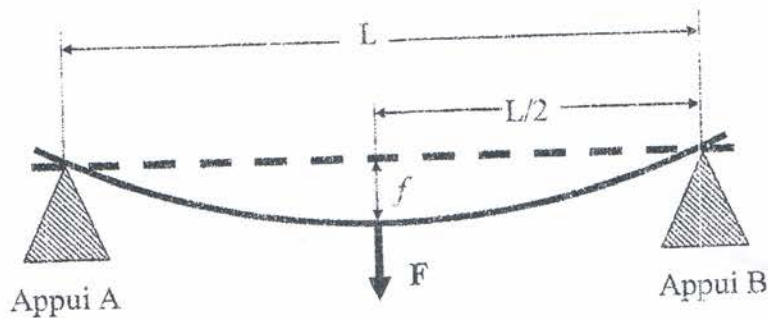

Figure 1 : schéma de principe de l'essai de flexion.
L'essai de flexion détermine l'aptitude à la déformation d'un matériau sur deux appuis (A et B) séparée d'une distance (L) avec une application de l'effort (F) à mi-distance des appuis (figure 1). La charge appliquée provoque la déformation de la poutre. Le déplacement de la ligne médiane se traduit par une courbure avec une déflexion maximale ( f ) à l'endroit d'application de la charge.